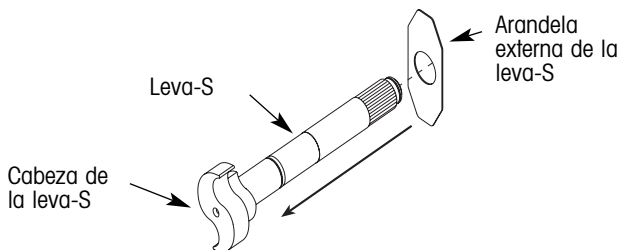

Figura 15. Instalando la arandela externa de la leva-S
- Deslice la arandela externa de la leva-S en la nueva leva-S hasta que haga contacto con la cabeza de la leva-S (figura 15).
3. Deslice la arandela externa de la leva-S en la nueva leva-S hasta que haga contacto con la cabeza de la leva-S (figura 15).